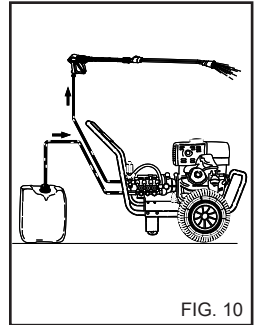

FIG. 10
1) Etter bruk med vaskemiddel må du skylle oppsugingskretsen. Stikk oppsugingslangen for vaskemiddel (fig. 10) inn en beholder med rent vann og sett i gang pumpen i 1 minutt med doseringskranen helt åpen og lansen i utførselsmodus.
- 4) Etter bruk med vaskemiddel må du skylle oppsugingskretsen. Stikk oppsugingsslangen for vaskemiddel (fig. 10) inn en beholder med rent vann og sett i gang pumpen i 1 minutt med lansen i utførelsesmodus.